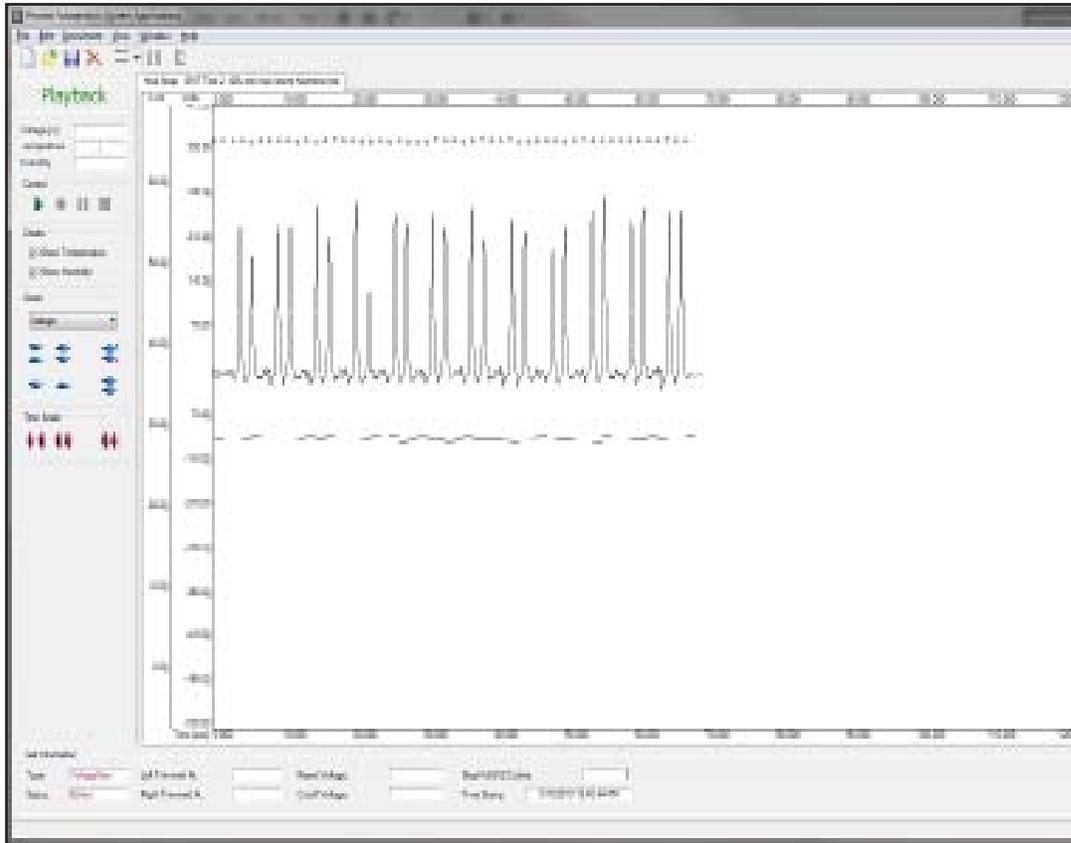

図 57: オフロードファイル
7. ダウンロードしたファイルはOffload - # (図57)により表示されます。